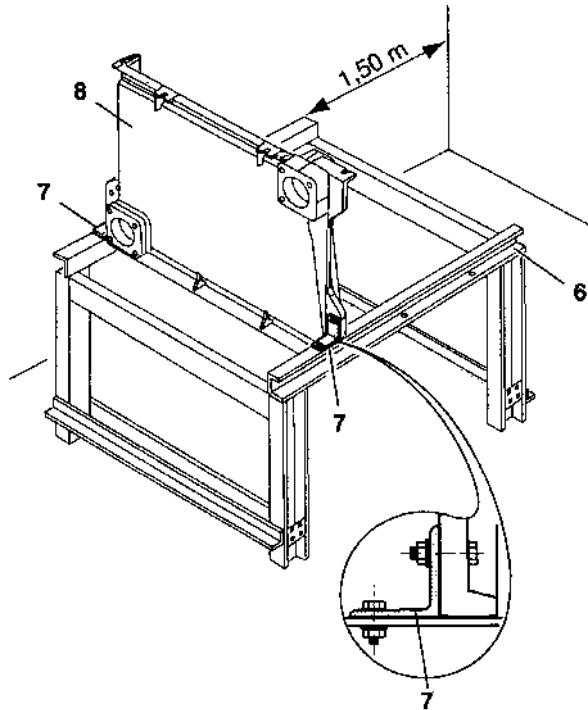

Рис. 9
* **Внимание:** Если сборка секционного блока котла производится на месте, необходимо, чтобы расстояние затягивающих рычагов инструмента для опрессовки, в соответствии с рис. 9, составляло не менее 1,50 м.